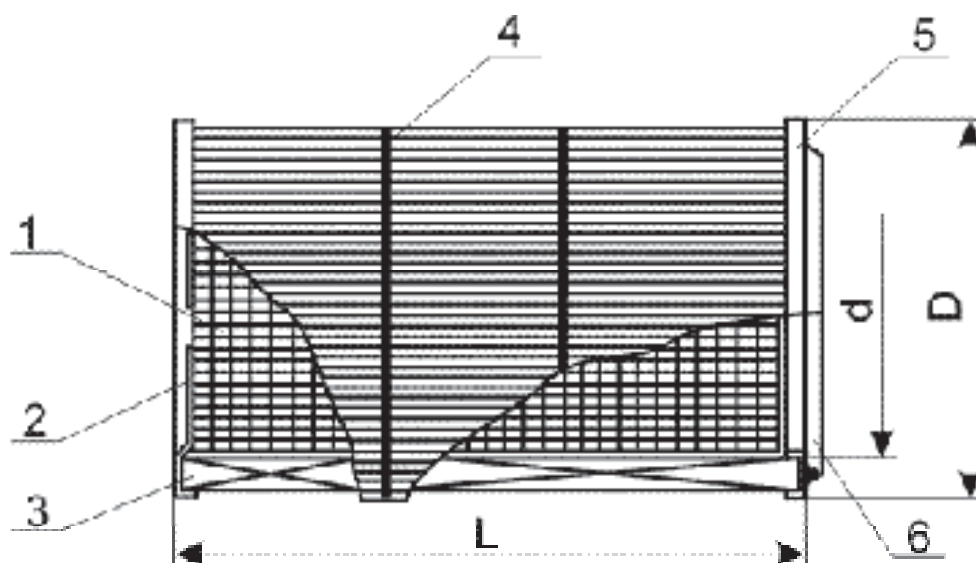

Рис.1 Схема патронного фильтрующего элемента
Фильтрующий элемент (см. рис.1) выполнен в виде "патрона" и представляет собой полый цилиндр, поверхность которого образована гофрированным фильтрующим материалом (миниблиссированным фильтрующим пакетом) (3). С одной торцевой стороны фильтрующего элемента располагается металлический концевой диск (2) с монтажными отверстиями, с другой - концевое кольцо (5) с резиновым уплотнением (6). Крепление и герметизация фильтрующего материала с диском и кольцом производится с помощью специального герметика. Для фиксации гофр между собой используются бандажные пояса (4). Внутри фильтрующего элемента закреплена металлическая опорная сетка (1), придающая жесткость его конструкции.